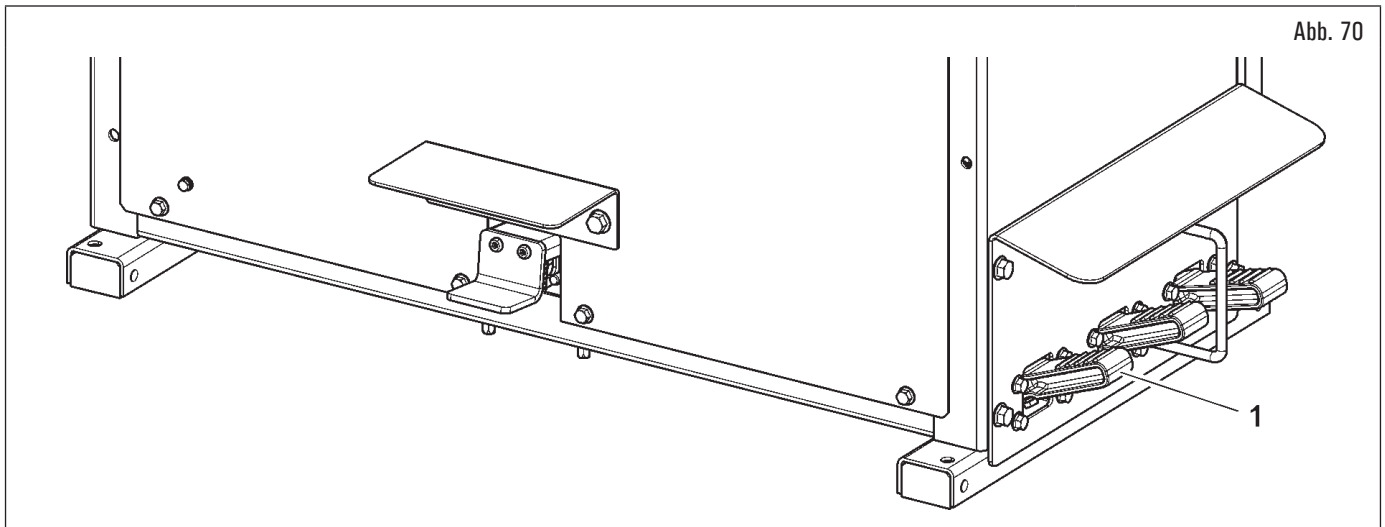

Abb. 70
4. den Arbeitsarm, durch Betätigen des Pedals (Abb. 70 Pkt. 1) in die Arbeitsposition bringen;